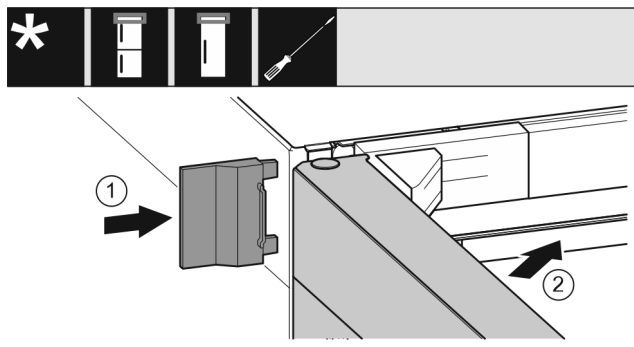

Fig. 23
- ▶ 插入外盖 Fig. 23 (1)。
- ▶ 关闭冰箱上方门 Fig. 23 (2)。